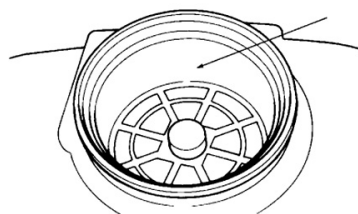

Рис. 7 Сетчатый фильтр бака для химикатов
8. Залить раствор в бак для химикатов через сетчатый фильтр (Рис.7).